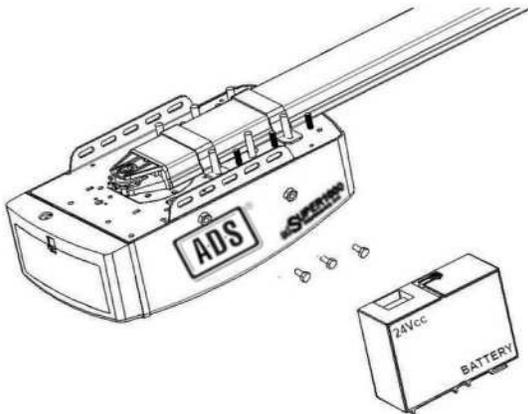

Fig.16
- 1.Ensamble la Batería de Respaldo y el Soporte de la Batería como en la imagen, fije con los Tornillos suministrados. (Fig.16)